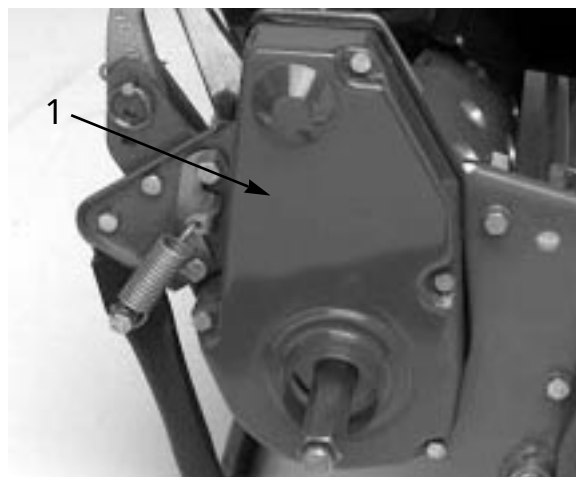

図 37
1. ベルト・カバー固定ネジを取り、カバーを外して、ベルトを露出させる（図37）。